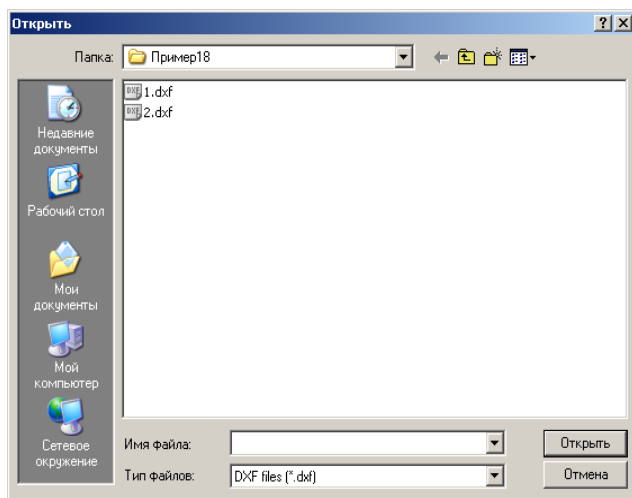

Рис.12.12.1. Окно диалога **Открыть**
- В открывшемся окне диалога **Открыть** (рис. 12.12.1) укажите: